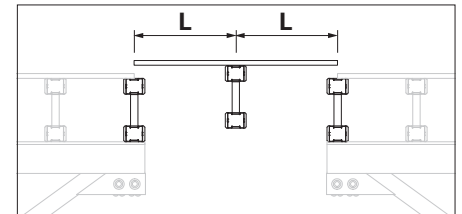

Fig. A4.04.2
Pour des compensations plus grandes avec une feuille de contreplaqué (14) qui repose sur les deux tables et est, en plus, soutenue par une poutrelle GT 24 placée au centre. (Fig. A4.04.2)